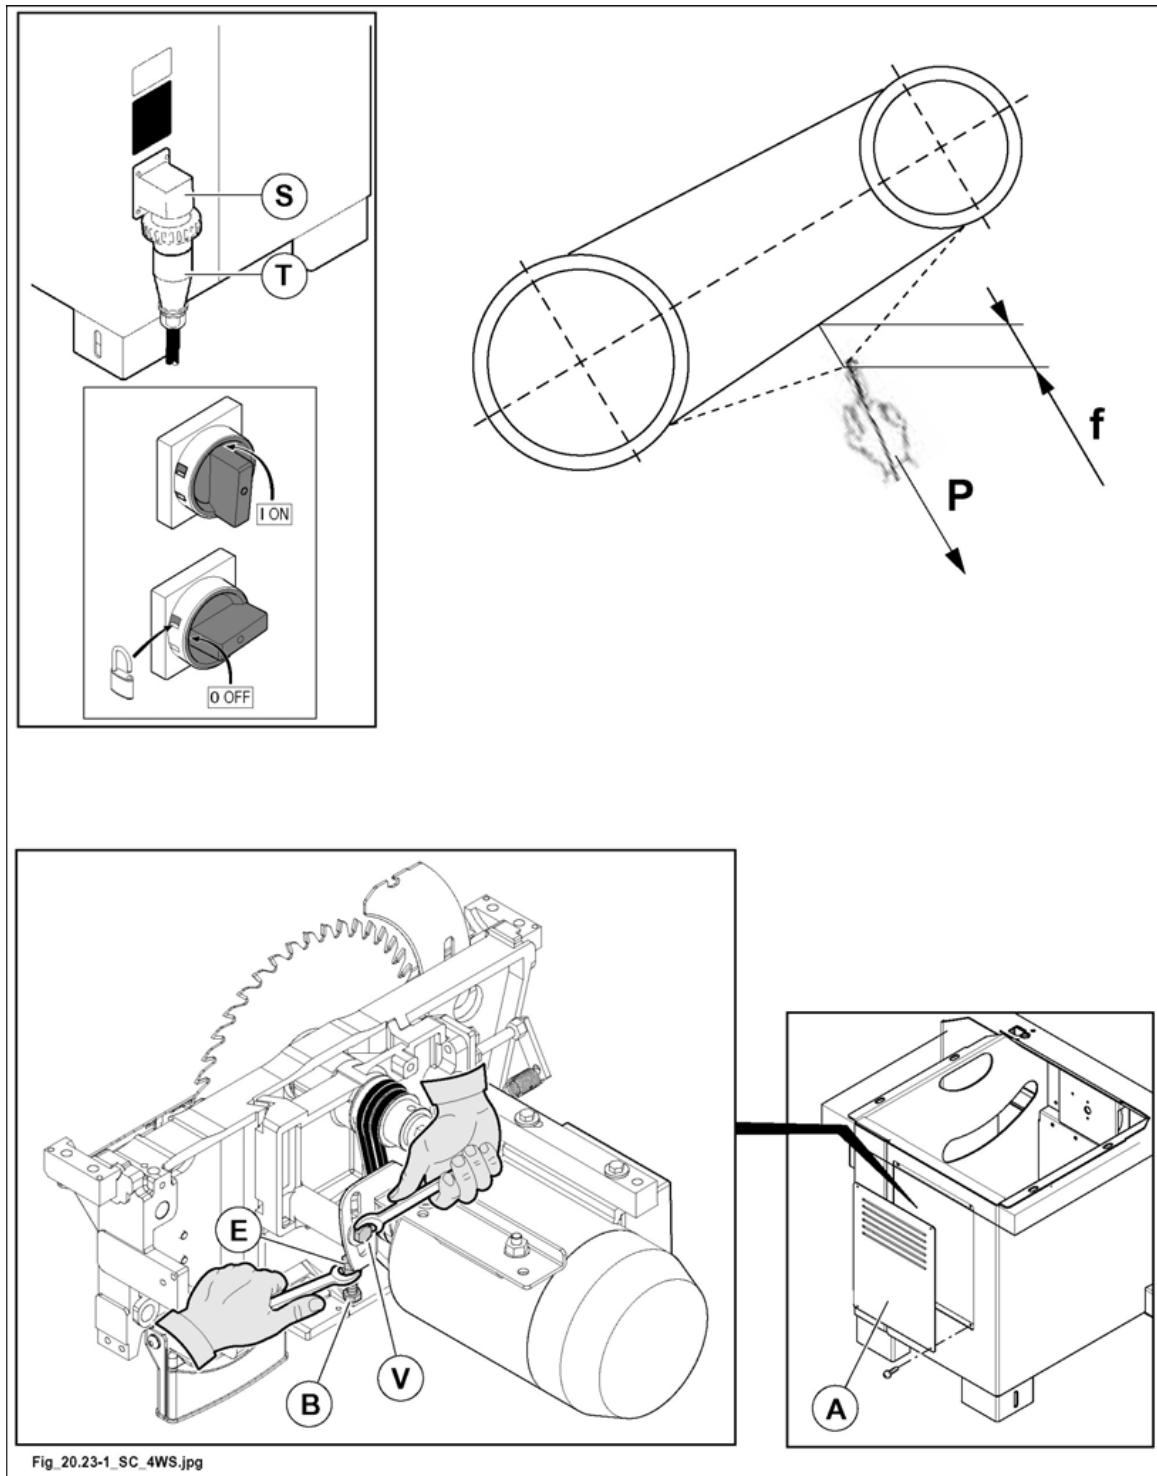

Abb. 20.23-1
bevor man die Maschine einstellt, muß man den Hauptschalter auf O stellen und den Stecker (S Abb. 20.23-1) von der Steckdose (T Abb. 20.23-1) abstecken.
Entfernen Sie die Motorabdeckung (A Abb. 20.23-1), um an die Riemen zu gelangen und gehen Sie wie folgt vor:
- Lockern Sie die Schraube (V Abb. 20.23-1).
- Die Gegenmuttern (E fig. 20.23-1) lockern.
- Die Riemen spannen, indem die Muttern (B Abb. 20.23-1) betätigt und die Schraube (V Abb. 20.23-1) angezogen werden.
- Die Gegenmuttern (E Abb. 20.23-1) anziehen.
- Schrauben (A Abb. 20.23-1) festziehen.